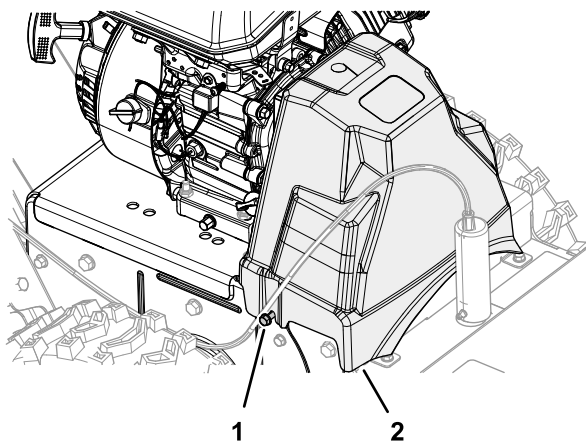

Figura 42
1. Desaperte os dois parafusos de cabeça flangeada que prendem a cobertura da correia à máquina (Figura 42).